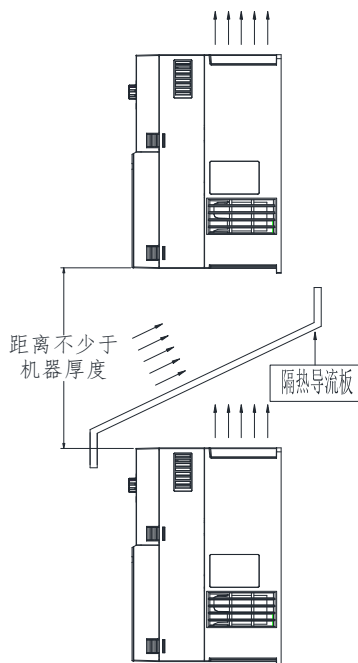

图3-2. 变频器安装示意图
- 1) 请垂直安装变频器，便于热量向上散发。但不能倒置。若柜内有较多变频器时，最好是并排安装。在需要上下安装的场合，请参考图3-2的示意，安装隔热导流板。